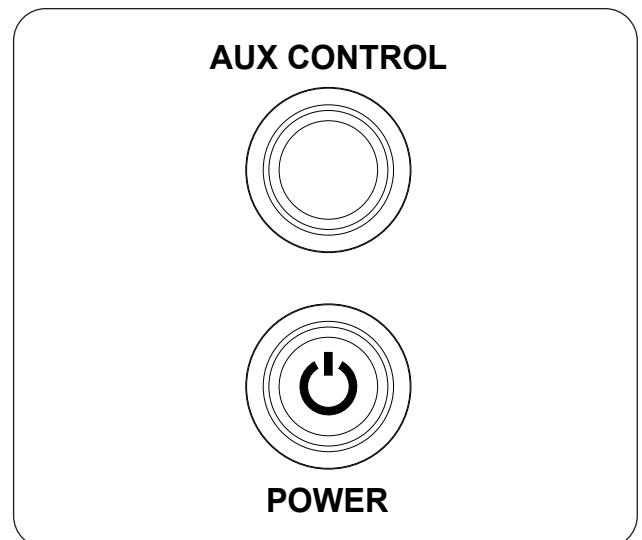

Fig. 34-1 Opération manuelle:
1. Localisez le bouton **POWER** sur le panneau de commande et appuyez dessus (voir Fig. 34-1). Le voyant s'allumera pour indiquer que le système est activé et prêt.
2. Localisez le bouton **AUX CONTROL** sur le panneau de commande et appuyez dessus (voir Fig. 34-1). Le voyant s'allumera et la séquence d'allumage du brûleur commencera.
Pour éteindre le brûleur (le système restera allumé), appuyez sur le bouton **AUX CONTROL** (voir Fig. 34-1).
Pour arrêter le brûleur et le système (arrêt total), appuyez sur le bouton **POWER** (voir Fig. 34-1).